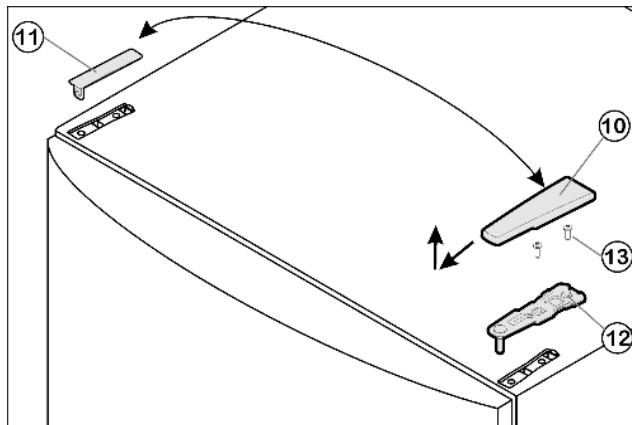

Fig. 4
- ▶ Крышку Fig. 4 (10) снимите движением вперед и вверх.
- ▶ Снимите крышку Fig. 4 (11).
- ▶ Открутите верхний опорный кронштейн Fig. 4 (12)(2 шт. Torx 25) Fig. 4 (13) и вытяните вверх.
- ▶ Установите верхний опорный кронштейн Fig. 4 (12) на новой стороне шарнира и защелкните в дверце.
- Прикрутите верхний опорный кронштейн Fig. 4 (12) с усилием мин. 4 Нм(2 шт. Torx 25) Fig. 4 (13). При необходимости проделайте отверстия или используйте аккумуляторную отвертку.
- Защёлкните крышку Fig. 4 (10) и крышку Fig. 4 (11) на противоположной стороне.